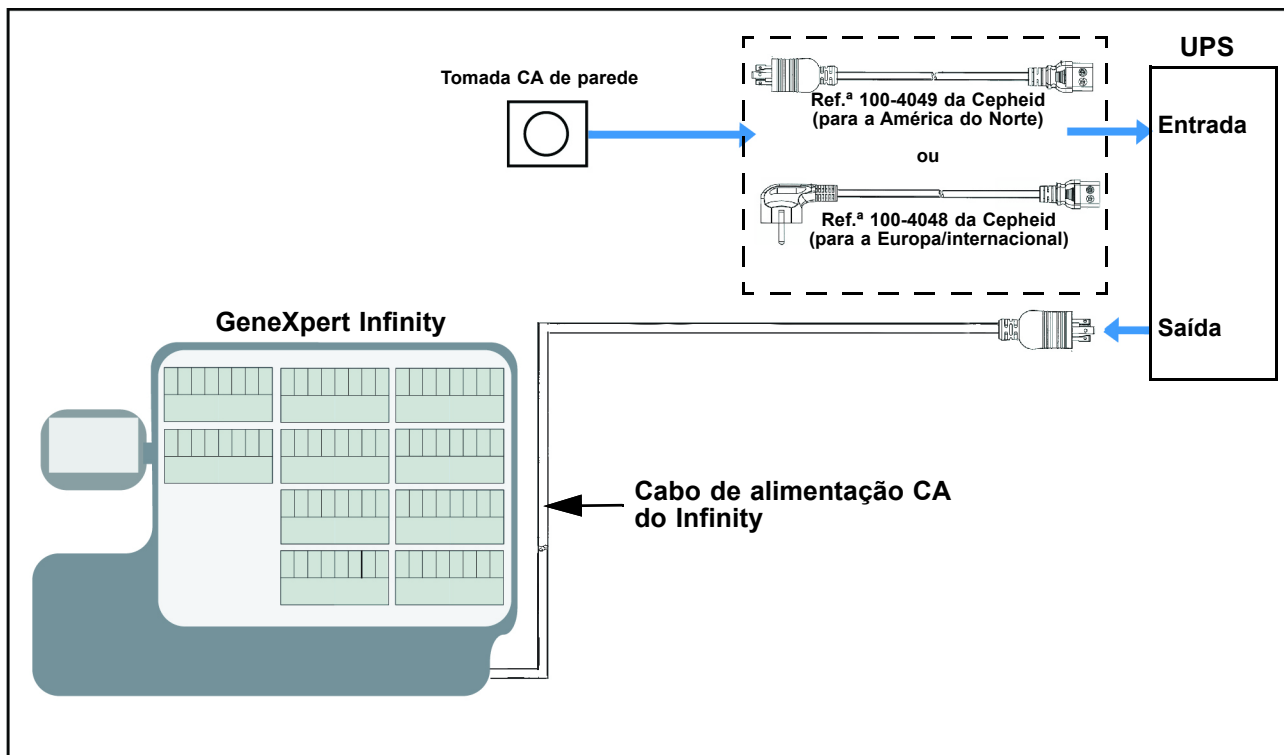

Figura 10-2. Ligação da UPS utilizando os cabos para UPS fornecidos pela Cepheid
1. Ligue o sistema GeneXpert Infinity à saída da UPS como ilustrado na Figura 10-2.
2. Utilizando o cabo fornecido com a ref.^a 100-4049 da Cepheid, ligue a entrada da UPS a uma tomada de parede de 20 amperes devidamente ligada à terra, conforme ilustrado na Figura 10-2.
2. Utilizando o cabo fornecido com a ref.^a 100-4048 da Cepheid, ligue a entrada da UPS a uma tomada de parede de 20 amperes devidamente ligada à terra, conforme ilustrado na Figura 10-2.